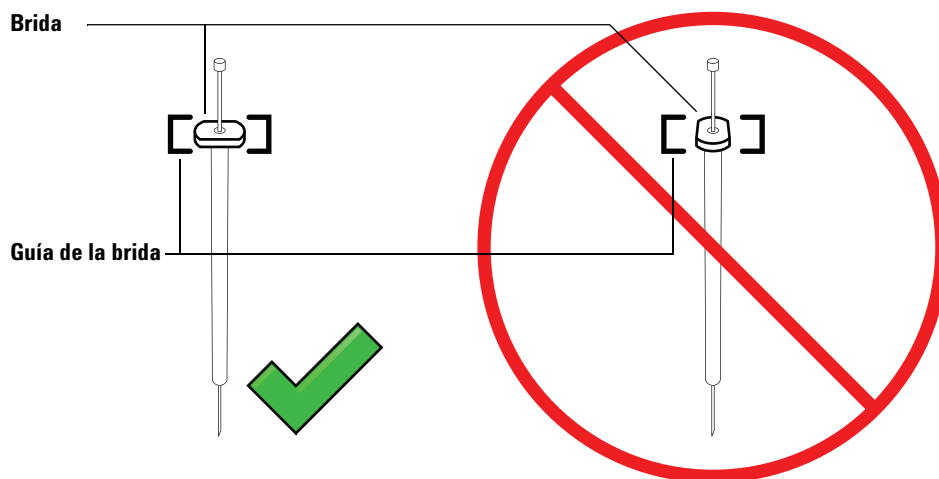

Figura 95 Orientación de la brida de la jeringa
- 7 Alinee la brida de la jeringa con la guía de la brida y presione para colocar la jeringa en su sitio, manteniendo el extremo de la aguja en el orificio guía de su pie de apoyo. Asegúrese de que el borde plano de la brida de la jeringa esté hacia fuera (Figura 95).